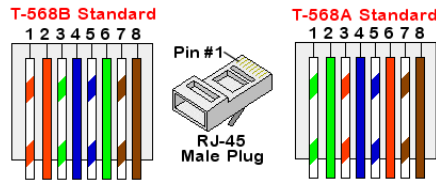

Abbildung 19: Standardverkabelung
- c. Führen Sie die acht Drähte in einen RJ45 Stecker ein, wie in *Abbildung 19* gezeigt.
7. Verwenden Sie für die Switch/Router-Seite ein vorab gecrimptes Kabel oder eine Crimpzange, um einen RJ45-Kommunikationsanschluss vorzubereiten: Führen Sie die acht Drähte in der in *Abbildung 19* gezeigten Reihenfolge in den RJ45-Anschluss ein.